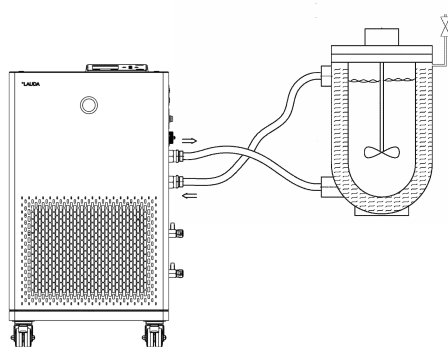

Fig. 28: Aplicación con válvula de purga de aire
- Una válvula de purga de aire Fig. 28 puede facilitar significativamente el proceso de purga de aire. Para esto, abra la válvula periódicamente con cuidado y deje salir el gas/aire hasta que salga líquido de la válvula. Después, vuelva a cerrar la válvula de purga de aire. Recoja el líquido en un recipiente adecuado. Vuelva a accionar la válvula en intervalos regulares hasta que ya no salga aire.